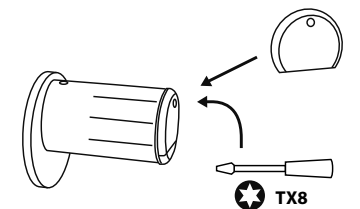

Abb. 119
- 3 Legen Sie zwei neue Batterien ein. Achten Sie dabei auf die korrekte Polung gemäß der Zeichnung (Abb. 119).